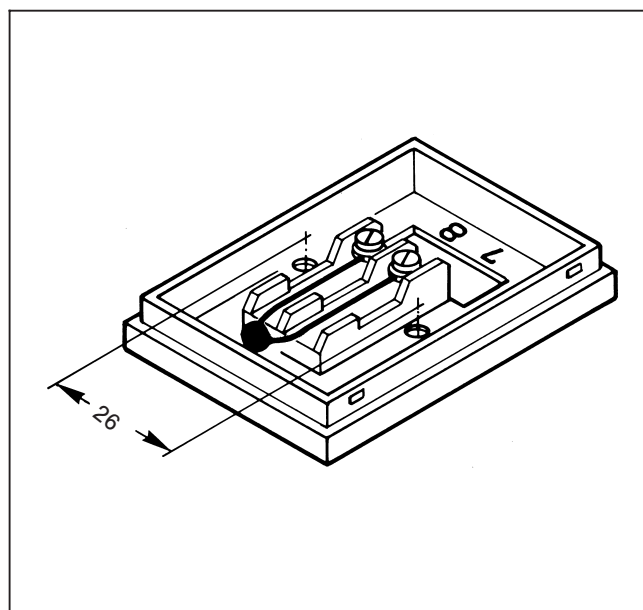

Fig. 2
- 2.2 Fastgør rumføleren på et egnet sted med vedlagte skruer og dyvler (Fig. 2).